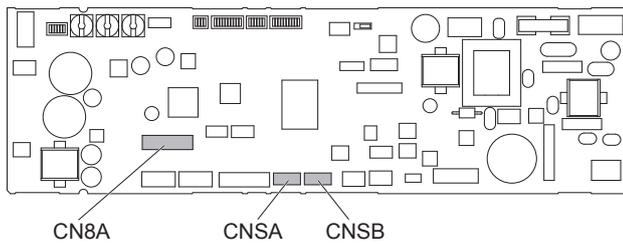

Fig. 5-9
4. Am Schalttafelanschluss für optionale Leitungen anschließen. (Fig. 5-9)